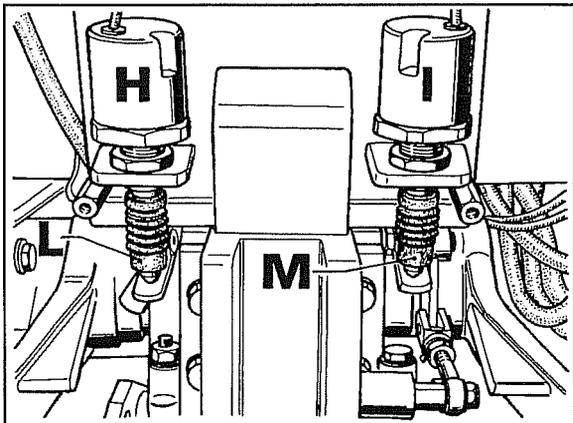

Fig. 47
1. Enlever la protection arrière appliquée au support du siège jusqu'à découvrir les capteurs et leurs leviers (cf. fig.47), dont H est le capteur de commande de la position et I celui de l'effort.
3. Vérifier que les pointes L-M sont en contact des leviers et que leur course est positionnée environ comme dans la fig.47.
La plage de lecture de 4,6 Kohm à 740 Ohm s'obtient avec le relevage entièrement abaissé en faisant faire toute la course manuellement aux pointes **L** et **M** (fig.47) des capteurs, respectivement de entièrement sorti à entièrement rentré.
Remarque - Pour permettre la course de la pointe **M**, il faut débrancher la tige de liaison entre le 3^e point d'attelage et le levier de commande du capteur (cf. fig.47).